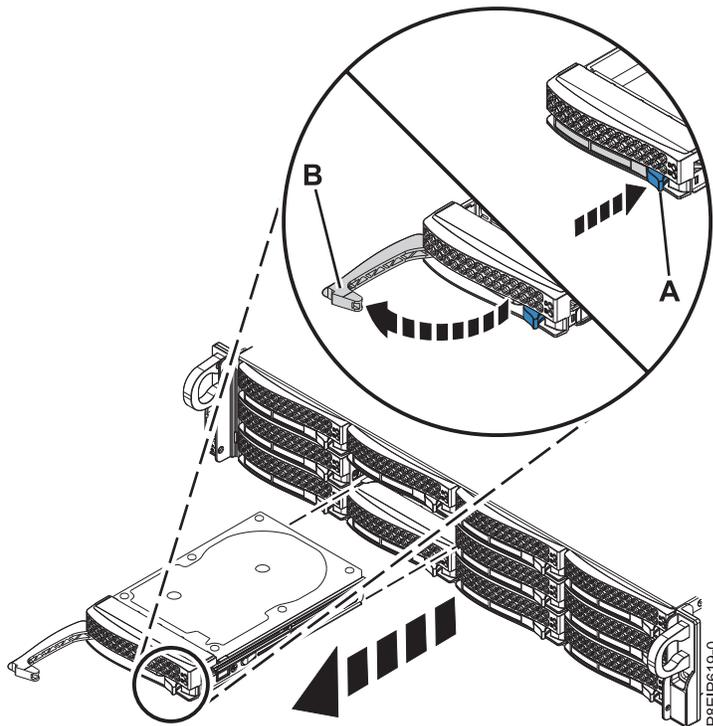

Figura 98. Extracción de una unidad
2. Desbloquee el asa de la bahía de unidad (**B**) presionando el pestillo del asa (**A**) como se muestra en la Figura 98. El asa (**B**) queda fuera hacia usted. Si el asa no queda totalmente hacia fuera, la unidad no se desliza fuera del sistema.